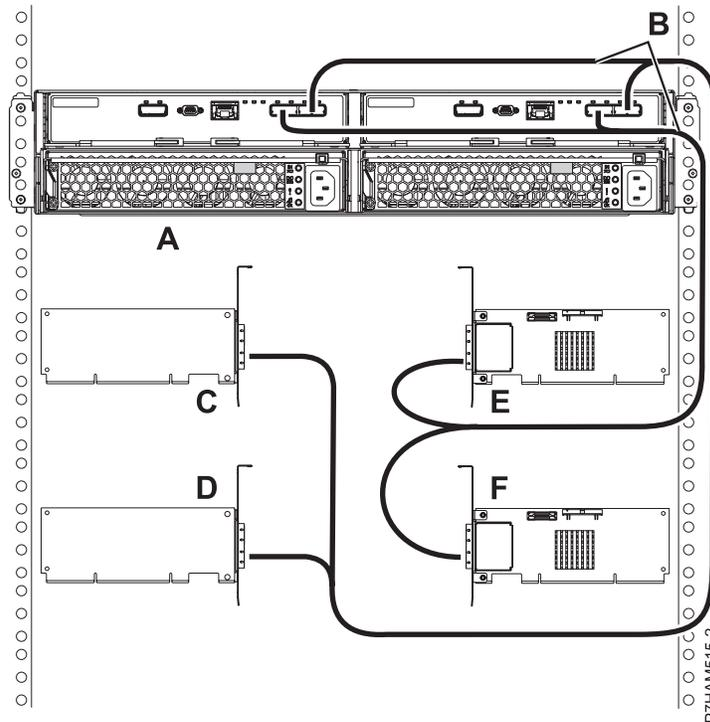

Abbildung 42. Modus 4-Anschluss eines Plattenlaufwerkgehäuses 5887 mit X-Kabeln an vier unabhängige SAS-Adapter
18. Schließen Sie ein Plattenlaufwerkgehäuse 5887 im Modus 4 (A) mit X-Kabeln (B) an vier unabhängige SAS-Adapter an. Siehe Abb. 42 auf Seite 44.